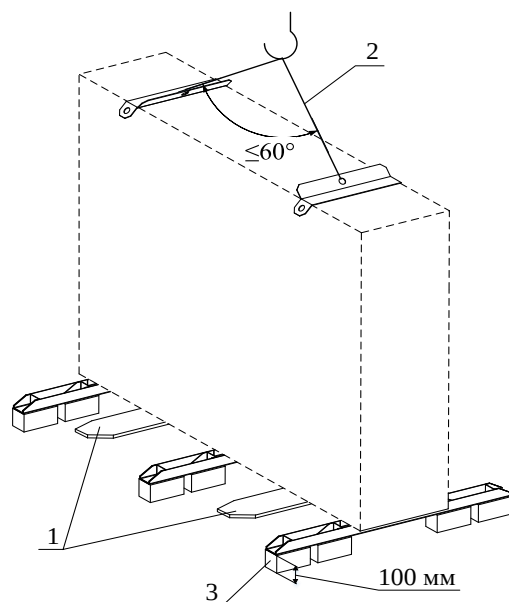

Рис. 5.1
5.2. Драйкулеры транспортируются установленными на штатных транспортных деревянных брусках поз.3 (Рис.5.1, 5.2) в собранном виде, упакованными в полиэтиленовую пленку.
5.4. При погрузке (выгрузке) и монтаже вилковыми погрузочными приспособлениями (погрузчиками) драйкулер необходимо располагать на вилах с опорой на обеих продольных балках несущей рамы (вилы поз.1 (Рис.5.1, 5.2) должны выступать за габарит основания корпуса), чтобы избежать повреждения нижних панелей.